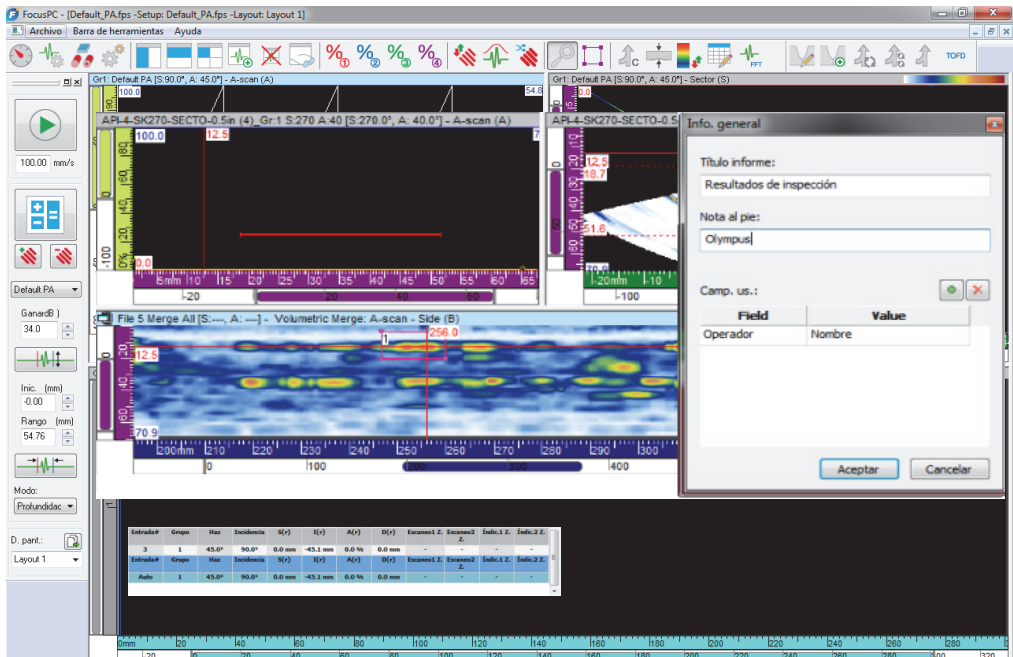

Figura 6-3 Ejemplo de la tabla de defectos, los cursores y la herramienta Zona utilizada para documentar un defecto
1. Seleccione un diseño de pantalla con las representaciones que ilustran bien los defectos de la pieza (ver Figura 6-3 en la página 191).